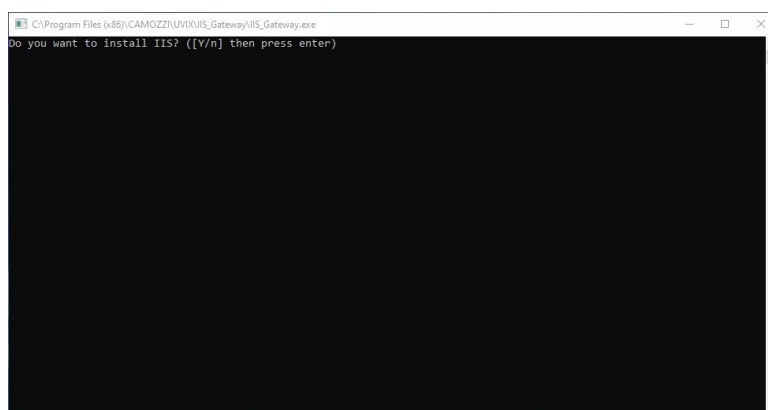

Figura 4.18: Installazione IIS
8. Indicare se si desidera installare l'IIS (Internet Information Services), il componente di windows che ha il compito di gestire la WebApp. Digitare "y" per confermare o "n" per rifiutare e premere invio, figura 4.18.